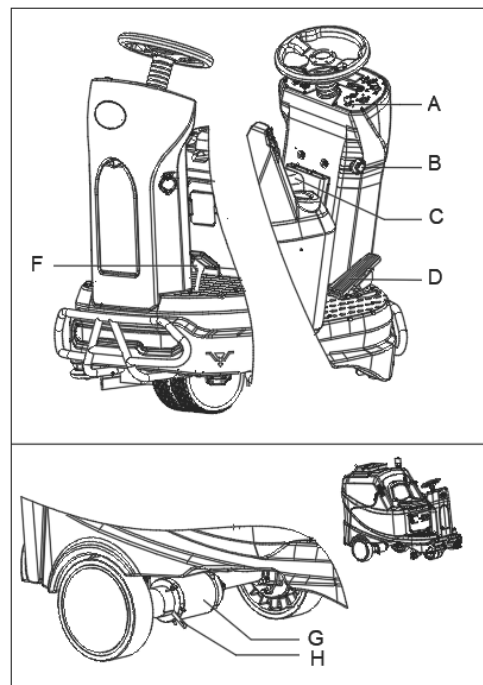

Figure 12
1. Tourner la clé de contact (A, Figure 12) sur « I », s'asseoir sur le siège (C).
2. Appuyer légèrement sur la pédale d'accélération (D), puis la relâcher afin de vérifier si la machine peut être dirigée vers l'avant et arrêtée.
3. Aux fins de sécurité, confirmer si la machine peut être arrêtée immédiatement en appuyant sur le bouton d'urgence (B). Tourner le bouton d'urgence pour le réinitialiser.
4. Appuyer rapidement sur la pédale de frein mécanique (F) pour vérifier si la machine peut être arrêtée immédiatement.
Le frein du moteur d'entraînement est débloqué lorsque le moteur fonctionne normalement, il se verrouille lorsque le moteur s'arrête. Dans certains cas particuliers, tels que l'emballage/déballage de la machine, une panne de la machine, etc., la machine peut avoir besoin d'être poussée. Sur le moteur d'entraînement (G, Figure 12) pousser vers le bas la poignée de frein (H, Figure 12) ; le frein de la machine est alors relâché et la machine peut être déplacée. Une fois terminé, tirer la poignée vers le haut pour que la machine puisse fonctionner.